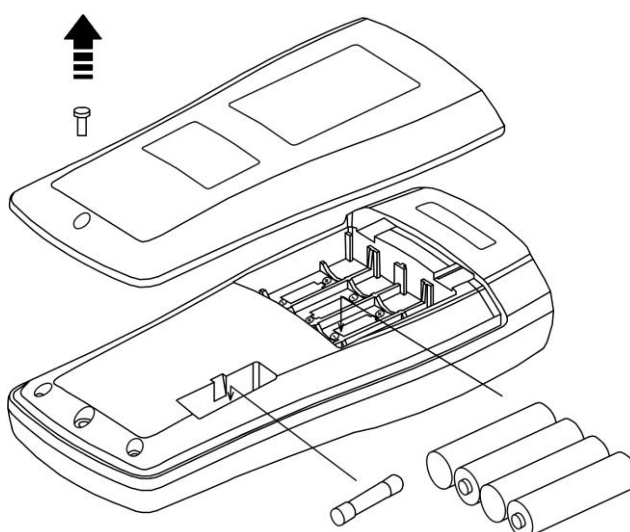

Fig. 11: Substituição das pilhas e fusível interno
3. Retirar as pilhas e inserir novas do mesmo tipo (consultar o § 7.1.3) observando a correcta polaridade e recolocar a tampa (consultar a Fig. 11). Usar os respectivos contentores para a reciclagem das pilhas.